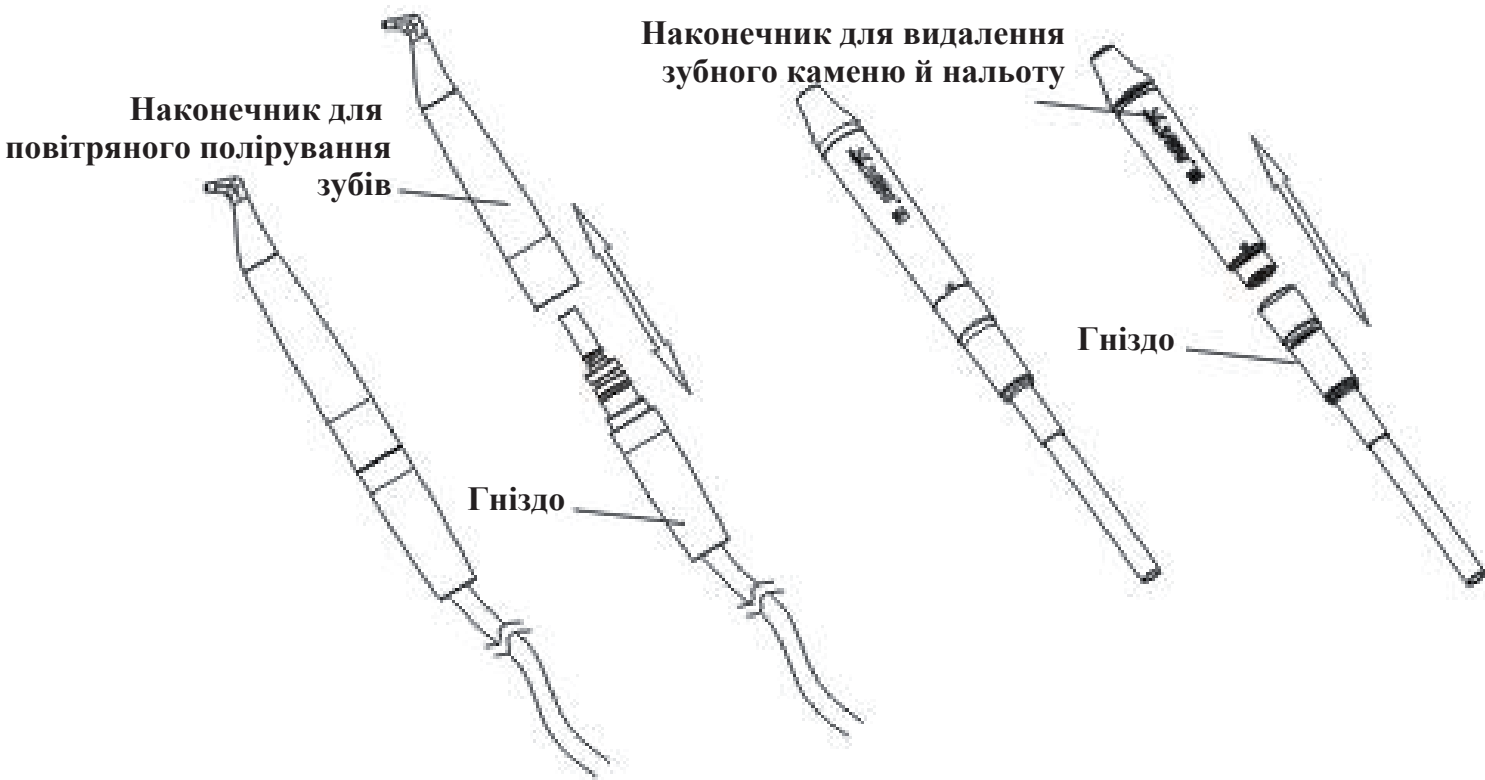

Рисунок 5
- (3) Уставте наконечник для повітряного полірування в гніздо наконечника (див. рис. 5).
(4) Налаштування витрати порошку: обертайте ручку регулювання витрати порошку, щоб контролювати інтенсивність використання порошку.
(5) Налаштування потоку води: посуньте повзунок регулювання потоку, щоб відрегулювати та вибрати відповідний потік води.
(6) Натисніть на ножний перемикач, щоб почати лікування. Для досягнення найкращих умов лікування кут нахилу струменя має бути від 45° до 60° і відстань між зубами – від 4 до 6 mm (мм).
(7) Після завершення процедури торкніться повзунка регулювання потужності, і він автоматично очистить внутрішній контур системи повітряного полірування протягом 5 секунд.
(8) Після самоочищення відкрутіть насадку (насадка одноразова) і вийміть наконечник для очищення й стерилізації.